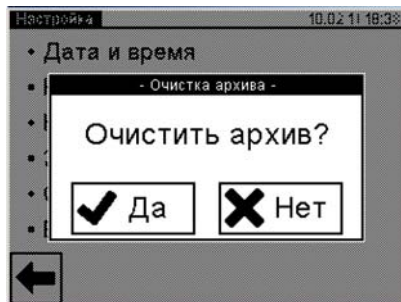

Рисунок 6.10
- 2) Перейти в окно "Очистка архива", для чего в окне "Настройка" нажать на строку "Очистить архив", на экране появится окно "Очистка архива " (рисунок 6.10)